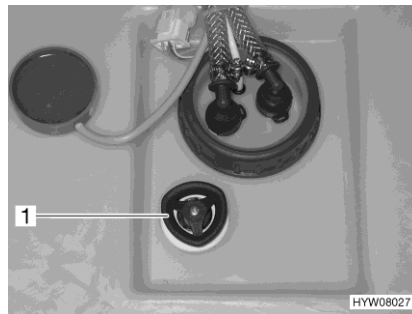

Bild 152 Drehgriff (Wassertank)
- Auf dem Wassertank den Drehgriff (Bild 152,1) im Uhrzeigersinn bis zum Anschlag drehen.
- Auf dem Wassertank den Drehgriff (Bild 152,1) eine 3/4-Umdrehung entgegen dem Uhrzeigersinn drehen. Das Wasser läuft bis auf ca. 20 Liter aus.
- Auf dem Wassertank den Drehgriff (Bild 152,1) entgegen dem Uhrzeigersinn über den Widerstand hinaus bis zum Anschlag drehen, um die Ablauföffnung vollständig zu öffnen.